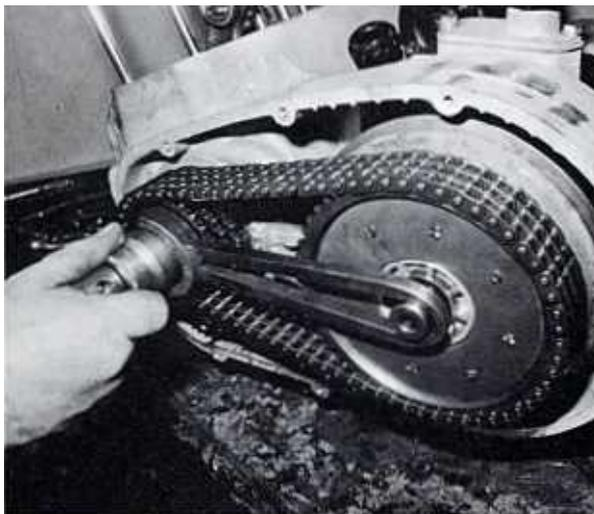
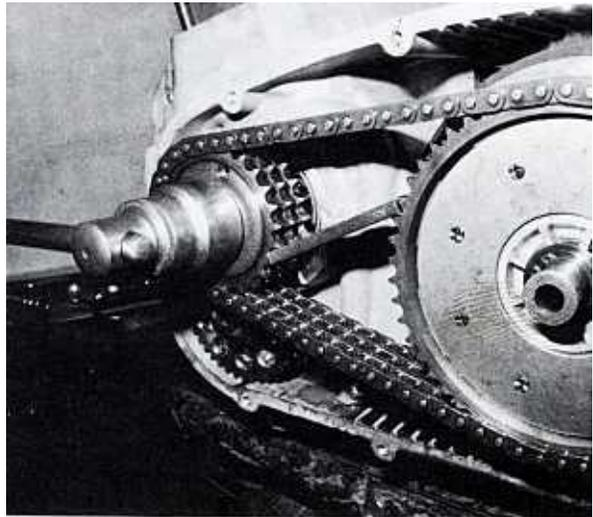

Bild 114
Bild 115
- An beiden Motoren den Primärtrieb blockieren. Ist der Motor im Rahmen eingebaut, legt man den fünften Gang ein und blockiert das Hinterrad mit der Bremse. Am ausgebauten Motor kann man das Spezialwerkzeug von Laverda benutzen (Bild 114), was jedoch nicht unbedingt nötig ist. Man kann sich auch mit einem dicken Messing- oder Leichtmetallbarren helfen, der über die ganze Zahnradbreite reichen muss (Bild 115).